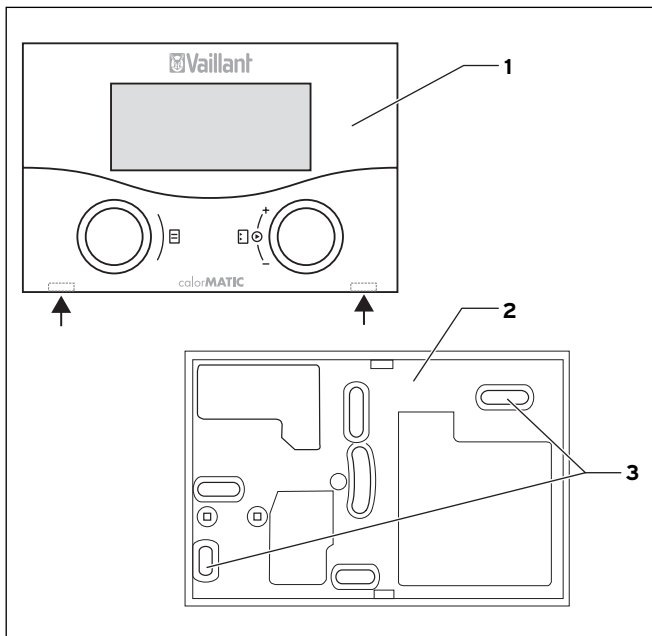

Рис. 4.6 Монтаж calorMATIC 430f
- ⇒ Извлеките регулятор (1) из настенного цоколя (2). Для этого введите отвертку в обе защелкивающиеся накладки (см. стрелки на рис. 4.6).
- ⇒ Просверлите два отверстия соответственно крепежным отверстиям с диаметром 6 мм (3).